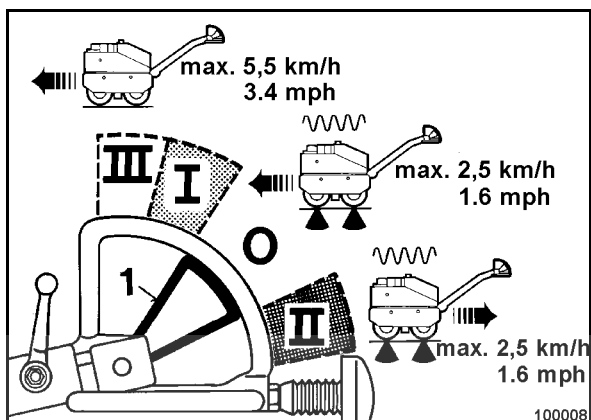

fig. 40
- Déplacement au régime "I" ou "II" (fig. 40).